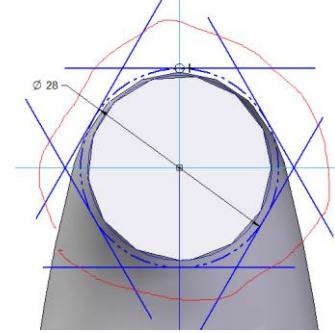

Fig. 8.40 Folosirea comenzii Trim
- d) Folosind comanda *Trim* , ștergem părțile nedorite (fig. 8.40)